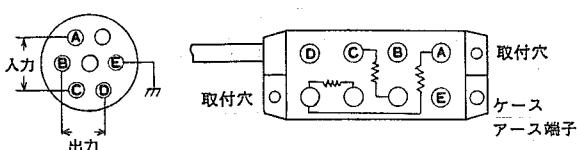

図 12
(1) 設置方法
- b) 固定する場合には図12に示す取付穴を利用してビス止めします。
(2) ブリッジボックスの結線(5370, 5373, 5379, 5380)
- a) コネクタの結線は、図12に示すようにピン番号A、Cがブリッジ電源の供給で、B、Dが動ひずみ測定器への入力となります。Eはコモン端子です。